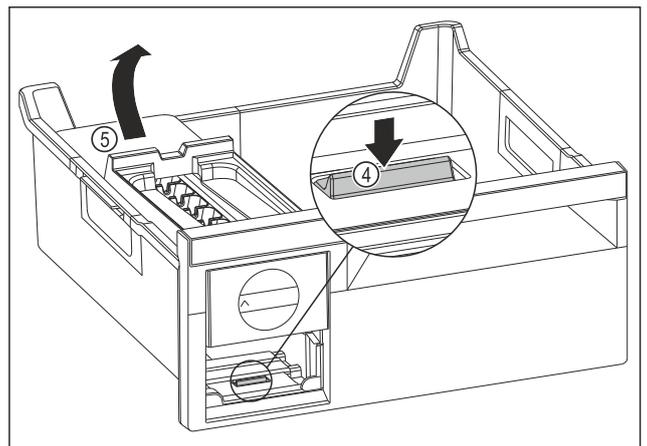

Fig. 141
- ▶ Extraer el cuerpo del EasyTwist-Ice: Presionar la lengüeta Fig. 141 (4) con los dedos hacia abajo subiendo al mismo tiempo por detrás con la otra mano el cuerpo del EasyTwist-Ice Fig. 141 (5).